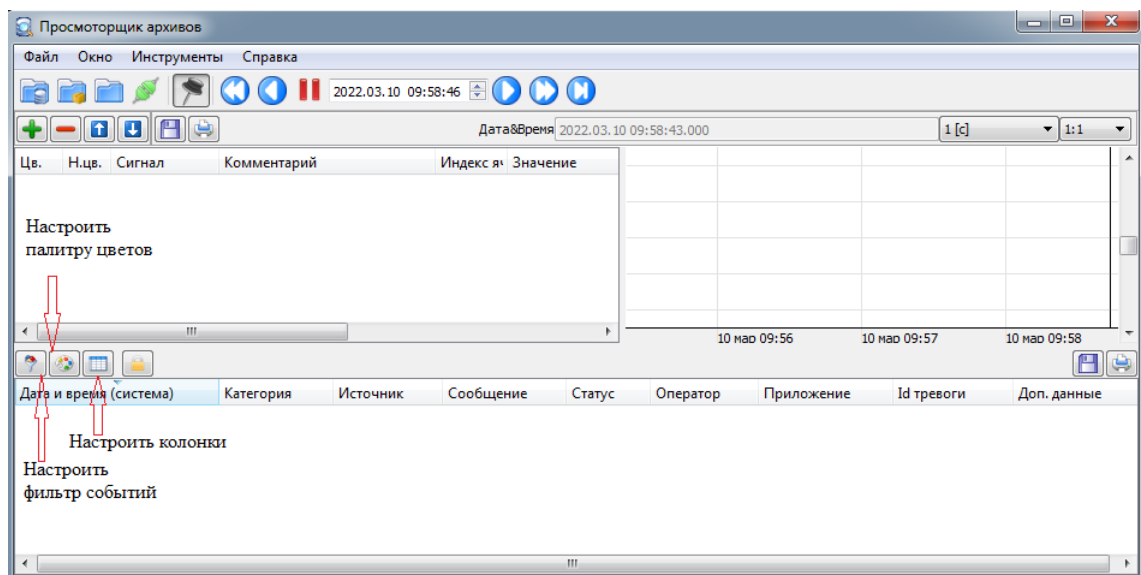

Рисунок 3.382 - Настройки в окне просмотра событий
2. В приложении **Просмотр архивов** есть настройки для окна просмотра событий (см. рис. 3.382). Данные настройки автоматически сохраняются в файл ArchiveViewer.cfg.